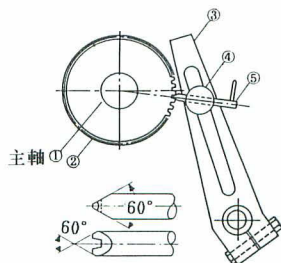

図17-13
チャック爪に棒を挟むのは物足りないが、バックプレートを加工するのも困るという方はこの方法を利用して下さい。目盛切りや歯切りなど割り出し数の多い仕事にも広範囲に使えます。写真17-12と図17-13の構造です。旋盤主軸①の左端に歯車②を取付け、旋盤付属のねじ切り用替え歯車ブラケット③に短い柱④を立
ン⑤の先端は図17-13左下および図17-17のようにし、斜面で歯の腹を受けるようにします。ピン⑤を90°回して二又部も使いますと60歯の歯車で120等分ができ、8, 24, 40, 120, も割り出しできます。ピンをていねいに作れば歯切りなどの高度な仕事にも良い結果が得られます。ピン⑤の抜き差しのたびにロックネジを緩めたり締めたりするのは面倒に思われるかも知れませんが、この構造がもっとも簡単確実です。